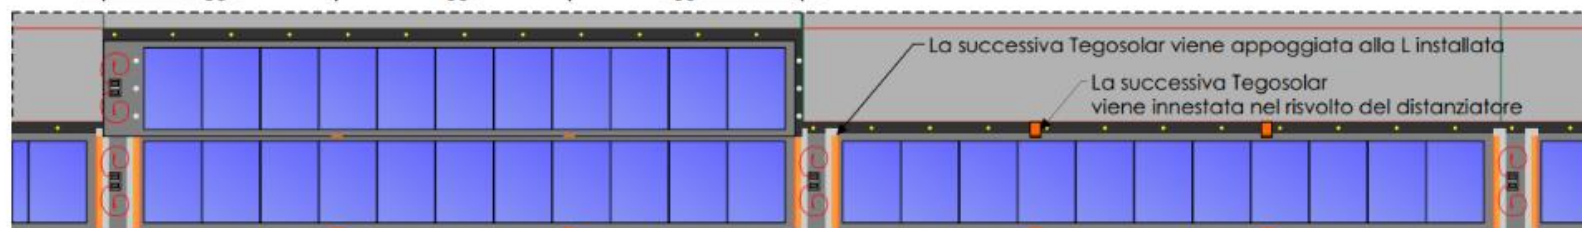

Fig.40
- Posizionare la nuova Tegosolar come in figura avendo cura di farla entrare nei distanziatori che fungeranno anche da fermi. Questa inoltre appoggerà sui profili a L precedentemente installati (fig. 40)